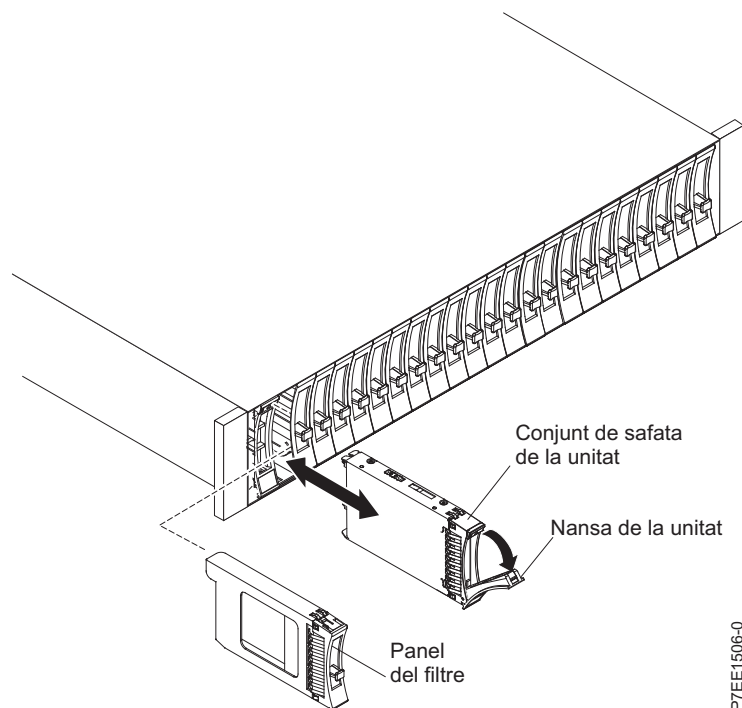

Figura 29. Extracció d'una unitat del model allotjament d'unitats de disc 5887
4. Agafeu la part frontal de la unitat i estireu-la fent-la sortir de la ranura i subjecteu bé la part inferior de la unitat, tal com es mostra a Figura 29.